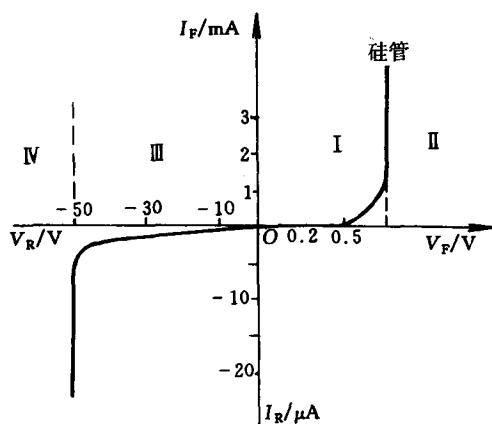

图1-6 二极管的单向导电性与伏安特性
(1) 伏安特性与单向导电性的差异 在分析与计算中,二极管的单向导电性的知识用得比较多,而利用伏安特性的地方不太多。但伏安特性是全面地反映了二极管的特性的,而单向导电性只相当于整个伏安特性的一部分,即Ⅱ区域、Ⅲ区域。所以说,伏安特性与单向导电性之间的关系是整体与部分的关系,如图1-6所示。